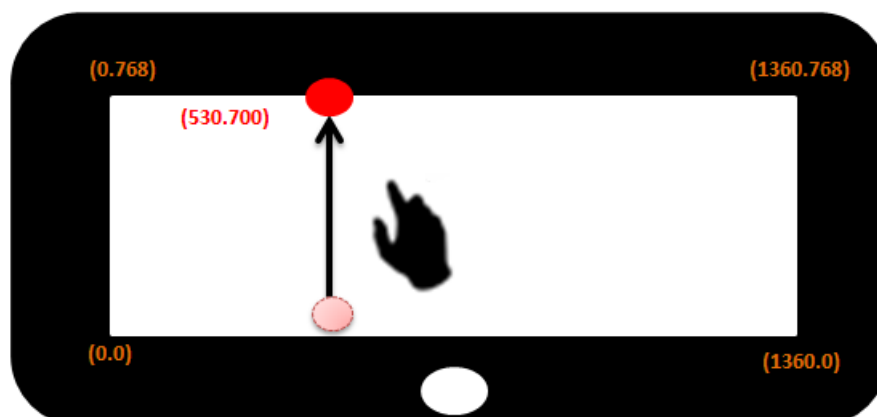

Figure 5-34: 從觸控屏內向垂直最終通大面積按壓道邊緣劃線偏差示意圖
- ◆ 下圖 Figure 5-34 示意從觸控屏內垂直向最終通道邊緣劃線偏差圖。範例中邊框報點座標並未達到垂直最終通道邊緣點。需要微調 INTERPOLATION_Y_LAST_SCALE，使座標報點可到達邊緣。